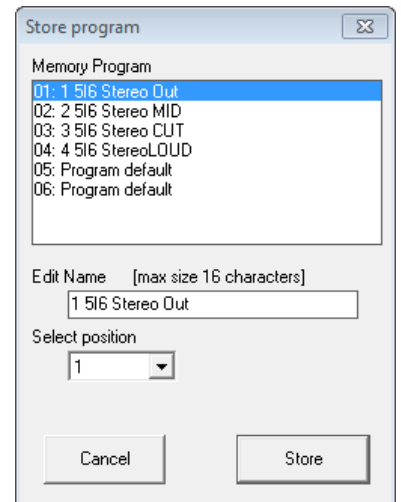

Abb. 34 Fenster „Store Program“
- 1) Rechts oben im Fenster auf die Schaltfläche „Store“ klicken. Es öffnet sich das Dialogfenster „Store Program“ (Abb. 34).